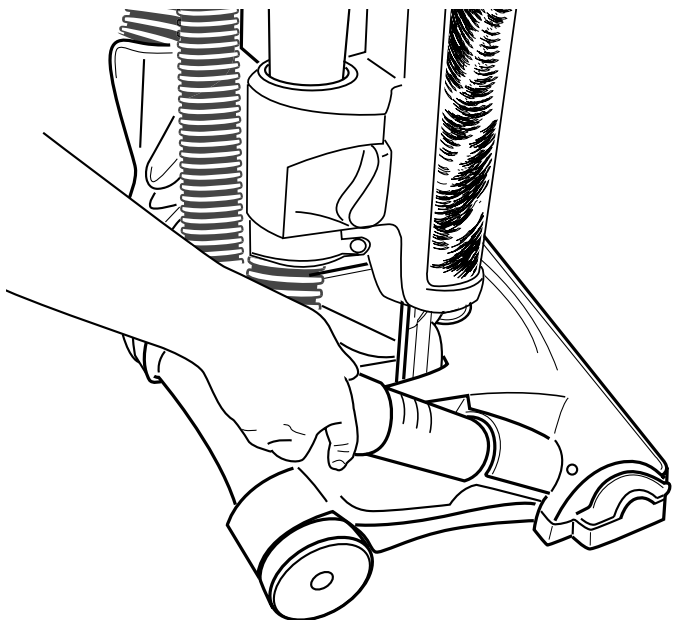

FIG. 30
- Step 1:** Firmly pull the end of the hose from the hose retainer on the hood of the vacuum (FIG. 30).
Étape 1 : Retirer le bout du tuyau du raccord qui se trouve sur le capot de l'aspirateur (FIG. 30).
Paso 1: Jale con fuerza el extremo de la manguera quitándolo del retén de la manguera en la tapa de la base de la aspiradora (FIG. 30).